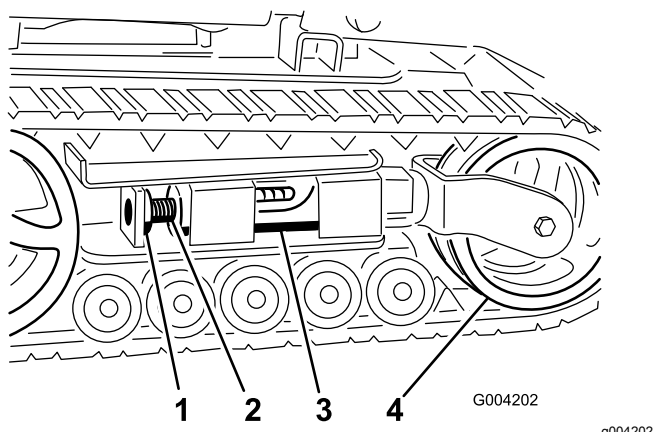
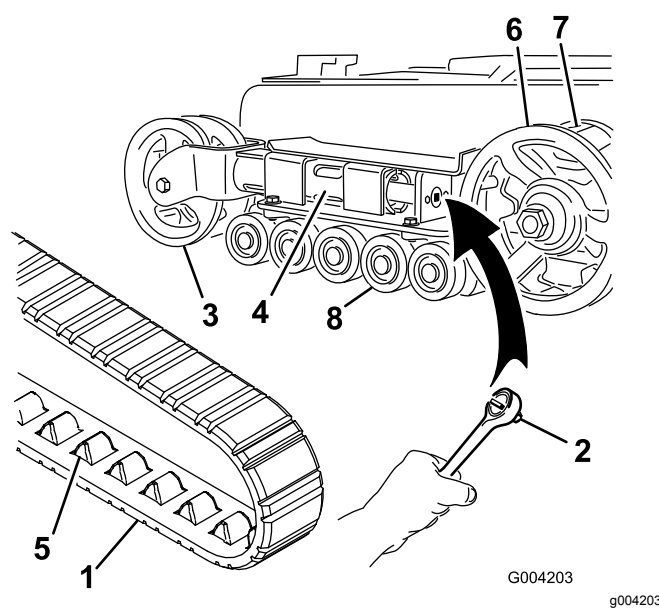
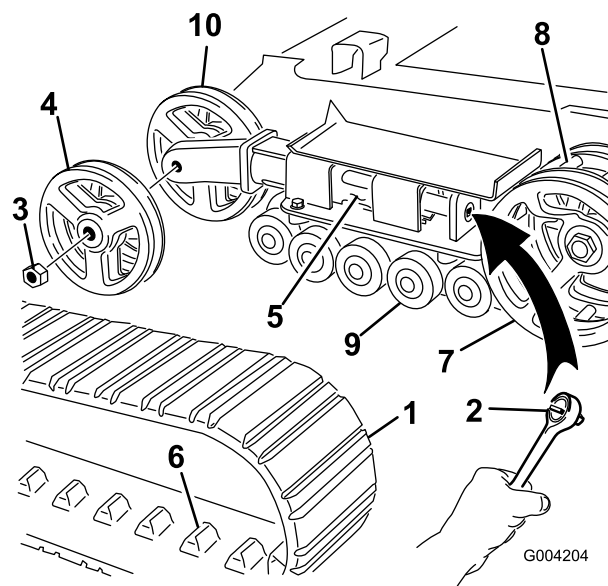

Рисунок 45
Рисунок 46
Рисунок 47
- Отвинтите зажимной болт и гайку (Рисунок 45).
- Совместите ближайшую выемку в натяжном винте с отверстием в зажимном болте и закрепите винт при помощи зажимного болта и гайки (Рисунок 45).
Примечание: Если передние натяжные колеса установлены в вилке на конце натяжной трубы, на вашей машине установлены узкие гусеницы. (Рисунок 46).
вращая натяжной винт по часовой стрелке (Рисунок 45 и Рисунок 46).
- Надавите на натяжное колесо в направлении задней части блока, чтобы придвинуть натяжную трубу к раме (Рисунок 46).
- Когда гусеница будет снята с натяжного колеса, снимите ее с ведущей звездочки и опорных катков (Рисунок 46).
- Сначала установите новую гусеницу на ведущую звездочку. Звенья гусеницы должны находиться между зубьями звездочки (Рисунок 46).
- Протолкните гусеницу под опорные катки и одновременно между ними (Рисунок 46).
Примечание: Если передние натяжные колеса установлены на конце натяжной трубы с боковых сторон, на вашей машине установлены широкие гусеницы (Рисунок 47).
4. Отвинтите зажимной болт и гайку (Рисунок 45).
5. Используя ключ с храповым механизмом на ½ дюйма, ослабьте натяжение привода, вращая натяжной винт по часовой стрелке (Рисунок 45 и Рисунок 47).
6. Надавите на натяжное колесо в направлении задней части блока, чтобы придвинуть натяжную трубу к раме (Рисунок 47).
7. Отвинтите гайку, которая крепит внешнее натяжное колесо, и снимите колесо (Рисунок 47).
8. Снимите гусеницу (Рисунок 47).
9. Отвинтите гайку, которая крепит внутреннее натяжное колесо, и снимите колесо (Рисунок 47).
13. Установите внутреннее натяжное колесо и закрепите его отвинченной ранее гайкой (Рисунок 47).
15. Установите новую гусеницу на ведущую звездочку. Звенья гусеницы должны находиться между зубьями средней части звездочки (Рисунок 47).
16. Установите внешнее натяжное колесо и закрепите его отвинченной ранее гайкой (Рисунок 47).
6. Поместите наполненный смазкой колпачок опорного катка поверх головки болта (Рисунок 46).
7. Закрепите колпачок опорного катка стопорным кольцом (Рисунок 46).